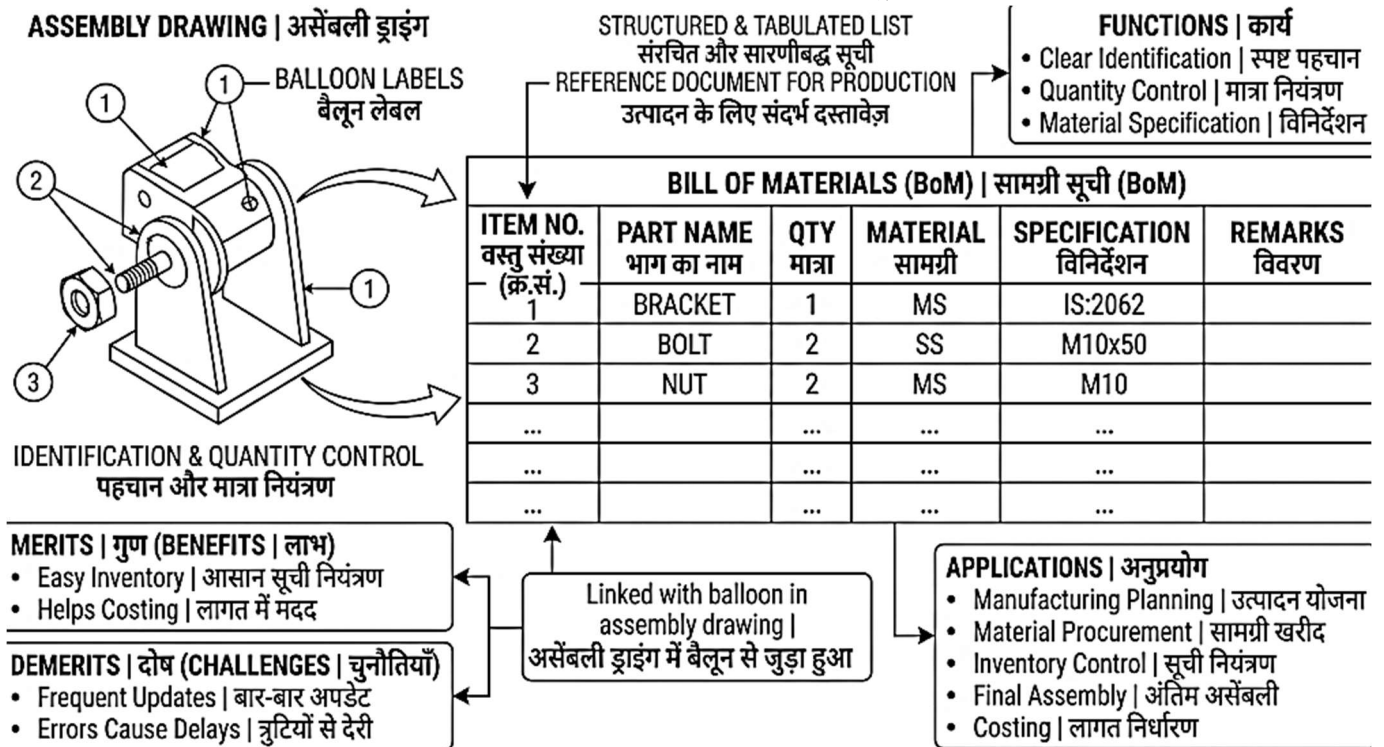

Fig. 3.3: Bill of Materials in Assembly Drawing | असेंबली ड्राइंग में सामग्री सूची
3.3.1 Introduction (Fig. 3.3)
3.3.1 परिचय (Fig. 3.3)